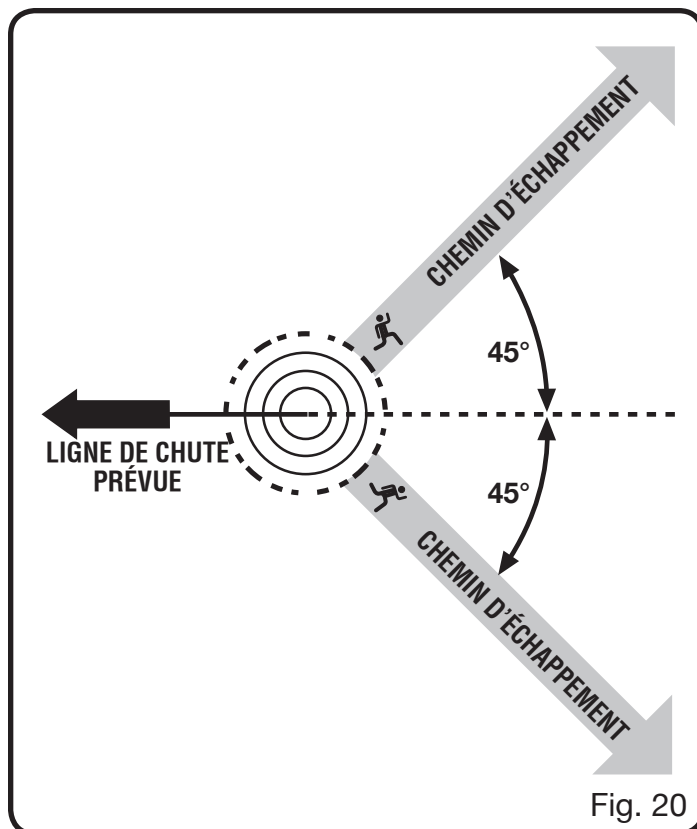

Fig. 20
Voir les figures 20 à 23.
- Avant de commencer une coupe, déterminer un chemin d'échappement (ou plusieurs au cas où le chemin prévu serait bloqué) déblayer les environs immédiats et s'assurer qu'aucun obstacle se trouve sur le chemin d'échappement prévu. Les trajectoires sécuritaires du chemin d'échappement doivent se situer à l'arrière et en diagonale (45°) à l'arrière de la ligne de chute prévue. Lorsque l'arbre commence à tomber, il faut s'écarter de la ligne de chute et suivre le chemin d'échappement et s'éloigner d'au moins 6 m (20 pi) du tronc au cas où l'arbre rebondirait sur la souche. *Voir la figure 20.*